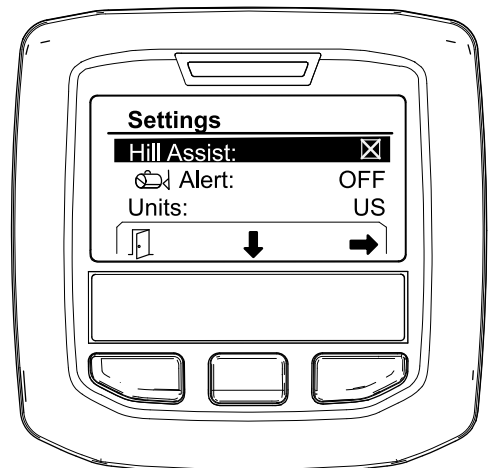

Figura 7
1. Desloque-se para a opção de AJUDA À SUBIDA e carregue no botão de seleção central para entrar no menu de definições de ajuda à subida (Figura 7).